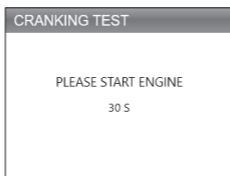

Figure 4.3.2
2. Le test commence par vous demander de faire tourner le moteur en 30 secondes. (Voir la figure 4.3.2)